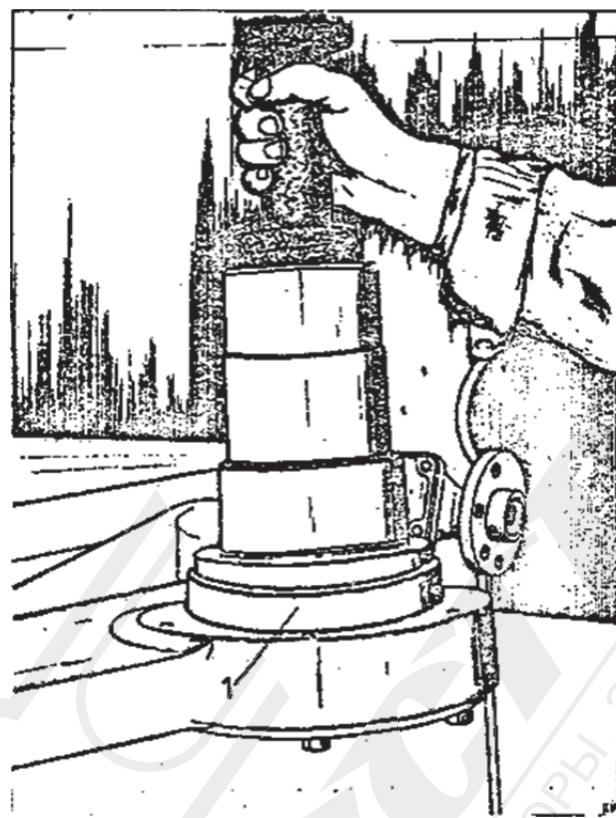

Рис. 3-13. Запрессовка бочкообразного роликоподшипника в корпус с помощью стержня.
14. Вдавить подшипник 22222 /поз. 1/ в корпус с помощью стержня /рис. 3-13/.